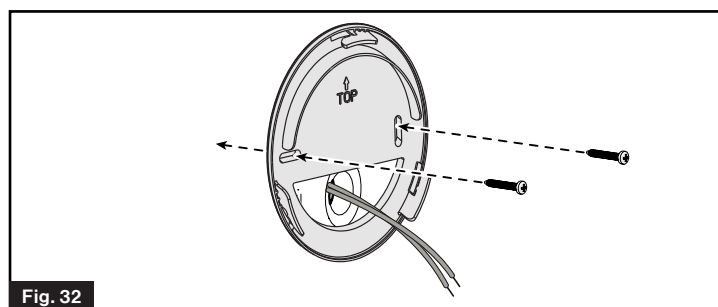

Fig. 32
- Installez le couvercle arrière de la commande murale par-dessus du trou de $\frac{3}{4}$ po. Assurez-vous que la flèche est orientée vers le haut. Fixez le couvercle arrière au mur à l'aide de deux vis à tête cylindrique #8 (min 1 po) (non fournies). (Fig. 32)